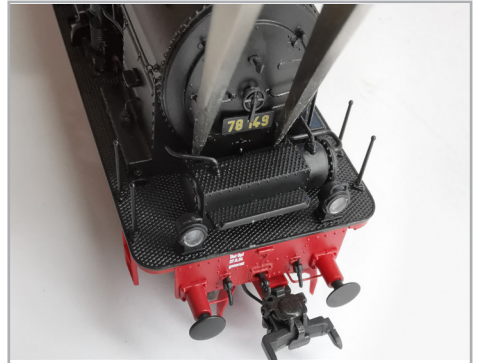

Abbildung 14: Abhebeln des Vorwärmers
**ACHTUNG:** 1,5 mm hinter der Vorderkante sitzt an der Unterseite der Platine die LED für das 3. Spitzenlicht. Die LED darf nicht mit der Zange gedrückt werden (siehe Abb. 14).